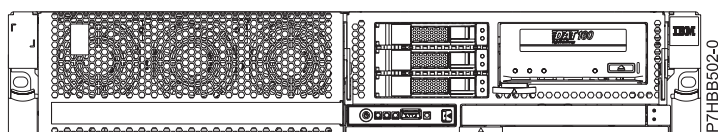

Figure 2. Fond de panier d'unité de disque avec bande magnétique
11. Retirez l'unité de stockage en appuyant puis en tirant sur le loquet (**A**) pour faire glisser l'unité de stockage hors du système. Voir la figure 2 ou 3 en fonction de la configuration de votre système. Pour plus d'informations sur le retrait des différents types d'unités de stockage, voir Retrait d'une unité de stockage SAS sur les modèles 31E/2B, 31E/1C, 31E/1D, 31E/2C ou 31E/2D.